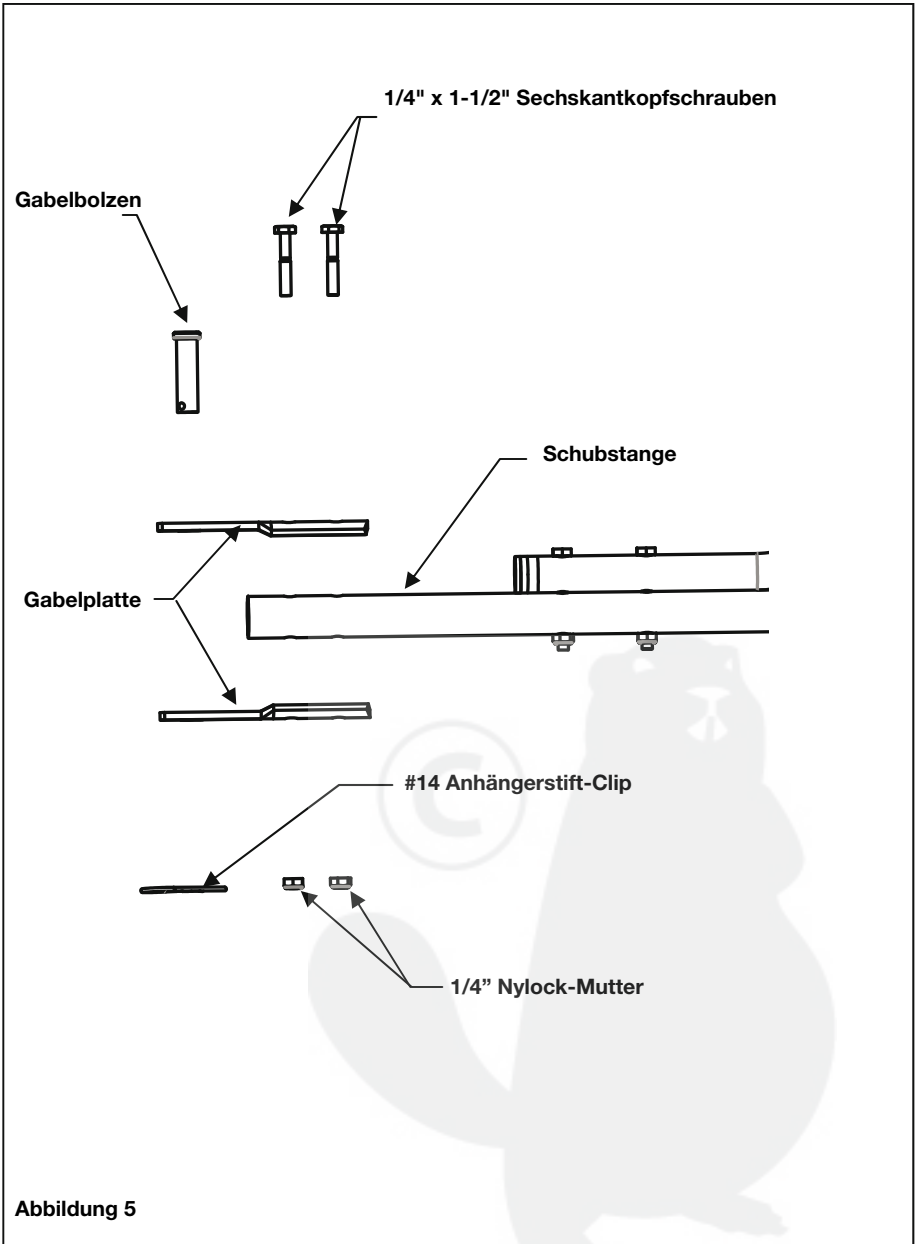

Abbildung 5
5. Bringen Sie die die beiden Gabelplatten oben an beiden Seiten der Zugstange an, indem Sie zwei 1/4" x 1/2" Sechskantkopfschrauben verwenden und diese mit zwei 1/4" Nylock-Muttern fest machen. Stecken Sie den Gabelstift durch das Loch der Gabelplatten und sichern Sie ihn mit einem #14 Anhängerstift-Clip. Nun ziehen Sie alle Muttern und Schrauben des Geräts fest an. Siehe Abbildung 5.